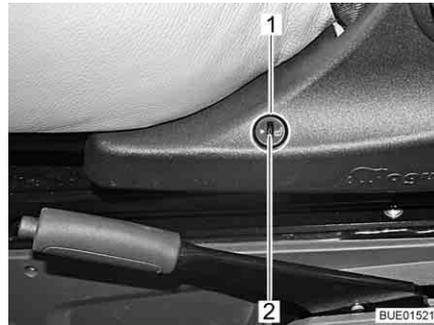

Bild 30 Schalter Sitzheizung
- Untere Hälfte des Schalters (Bild 30,1) an der linken Seite der Sitzkonsole drücken.
- Um geringere Heizleistung einzustellen, Einstellrad (Bild 30,2) in Richtung "0" drehen.
- Um höhere Heizleistung einzustellen, Einstellrad (Bild 30,2) in Richtung "5" drehen.
- Obere Hälfte des Schalters (Bild 30,1) an der linken Seite der Sitzkonsole drücken.